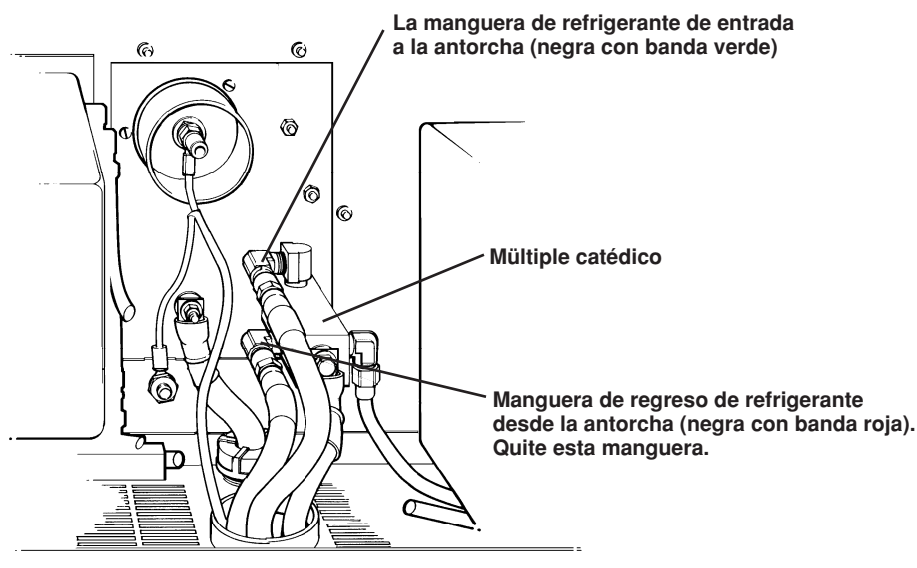

Figura 8-6 Fuente de refrigerante de la antorcha y mangueras de regreso
5. Desconecte la manguera de fuente de refrigerante de la antorcha (manguera negra con la banda verde) de la parte de atrás de la fuente de energía. Véase la Figura 8-6.